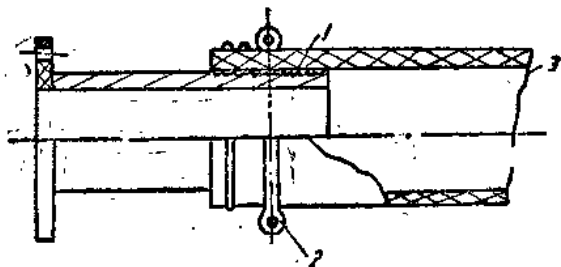

图 5 吸水胶皮管及吸水龙头的装配
(1)按正确的安装方法，装配吸水胶皮管及吸水龍頭如图5所示，将短管切成带有螺旋沟状，并涂上鉛油，同时使短管外径大于吸水胶管内径3毫米，安装时用圓鉄卡子卡住。